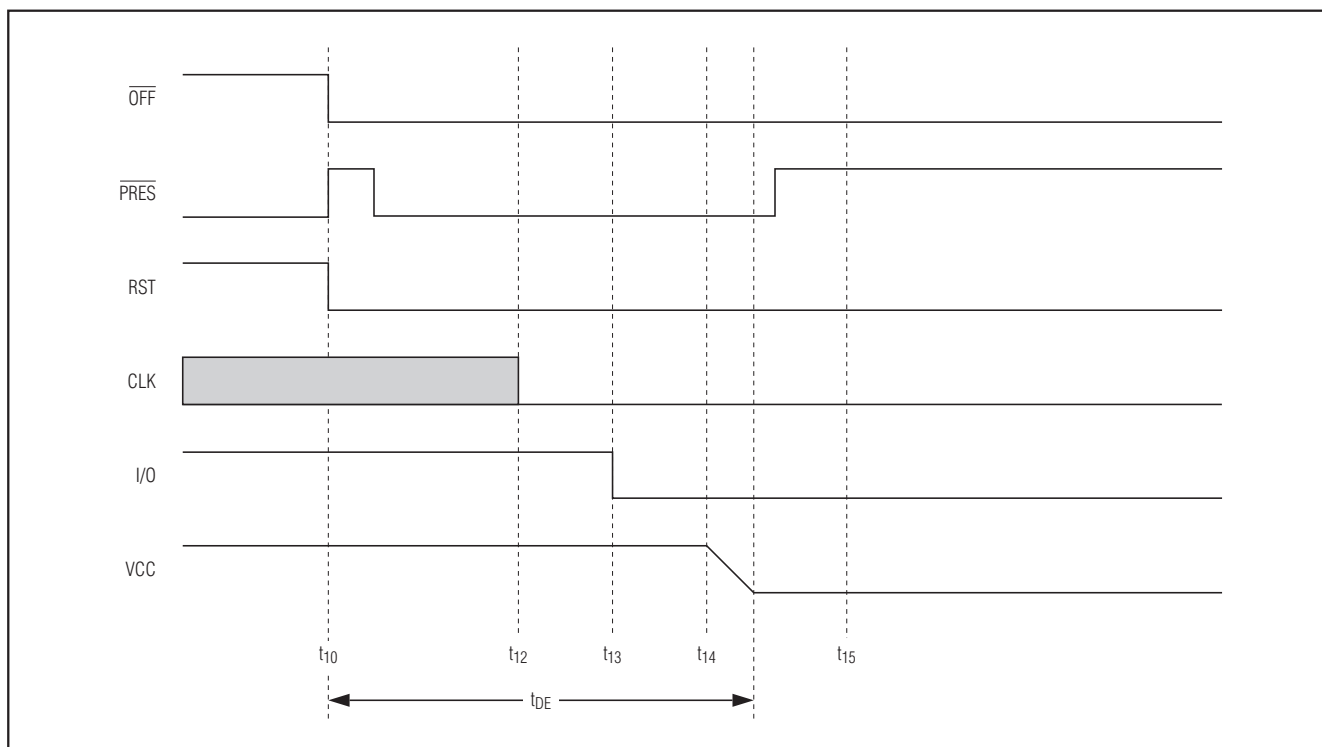

图7. 紧急去激活时序(拔出卡)
- $\overline{\text{CMDVCC}}$ 在卡会话期间为低电平。检测到故障状态时，输出 $\overline{\text{OFF}}$ 为低电平，将自动执行紧急去激活过程(图7)。当系统控制器将 $\overline{\text{CMDVCC}}$ 复位至高电平时，完成去激活过程后会再次检测 $\overline{\text{OFF}}$ 电平。由此区别卡拔出和硬件问题(如果出现卡， $\overline{\text{OFF}}$ 再次变为高电平)。根据连接器的卡检测开关(常闭或常开状态)以及开关的机械特性，在卡插入或拔出时，PRES信号会出现抖动。